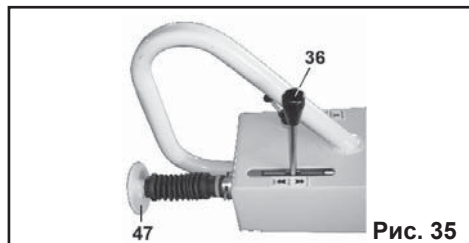
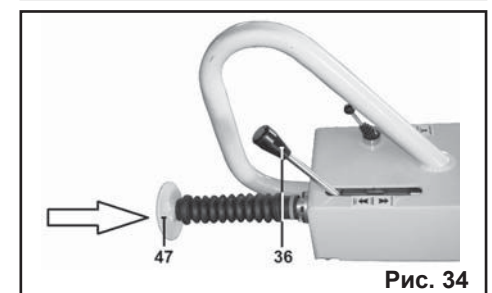

Рис. 35
Рис. 34
- При перемещении рычага скорости (36) назад сначала установите его в нейтральное положение (Рис. 35). Не перемещайте рычаг одним движением.
- установите рычаг выбора направления движения (36) в нейтральное положение (Рис. 35),
ВНИМАНИЕ! Перед началом работы проверьте стопорное устройство. Рычаг движения (скорости) установите на движение **НАЗАД (РЕВЕРС)**, нажмите на рукоятку (47) стопорного устройства (Рис. 34), чтобы убедиться, что рычаг движения (36) возвращается в нейтральное положение (**СТОП**) (Рис. 35).